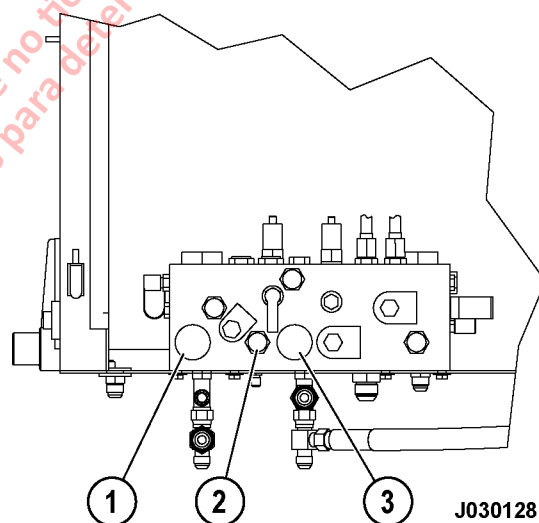

FIGURA 3-1. MÚLTIPLE DE FRENOS
La válvula de frenos es una válvula de modulación de presión que se acciona mecánicamente a través del pedal de freno en la cabina del operador o en forma hidráulica a través de la válvula de aplicación automática (2, Figura 3-1) en el gabinete de freno hidráulico.
2. Ponga la palanca de control de dirección en ESTACIONAMIENTO y active el interruptor Rest (descanso). Gire el interruptor de arranque a OFF para apagar el motor y espere 90 segundos para que los acumuladores del sistema de dirección se purguen. Abra las válvulas de purga (1) y (3, Figura 3-1) para purgar los acumuladores de freno.
4. Con el motor apagado y el interruptor de arranque en OFF, abra ambas válvulas de purga del acumulador de freno (1) y (3, Figura 3-1). Precargue ambos acumuladores de freno a 9.650 kPa (1.400 psi). Consulte Procedimiento de carga del acumulador más adelante en esta sección.